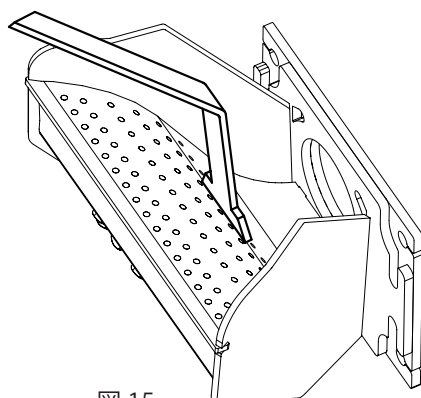

図 15
1. 穴のあいた表面上部や燃焼ポットの側部からすすをこそげ落とします。(図 15) 燃焼ポット内からすべて取り除く必要はありません。とりきれない分は次回使用時に自然と押し出されていきます。